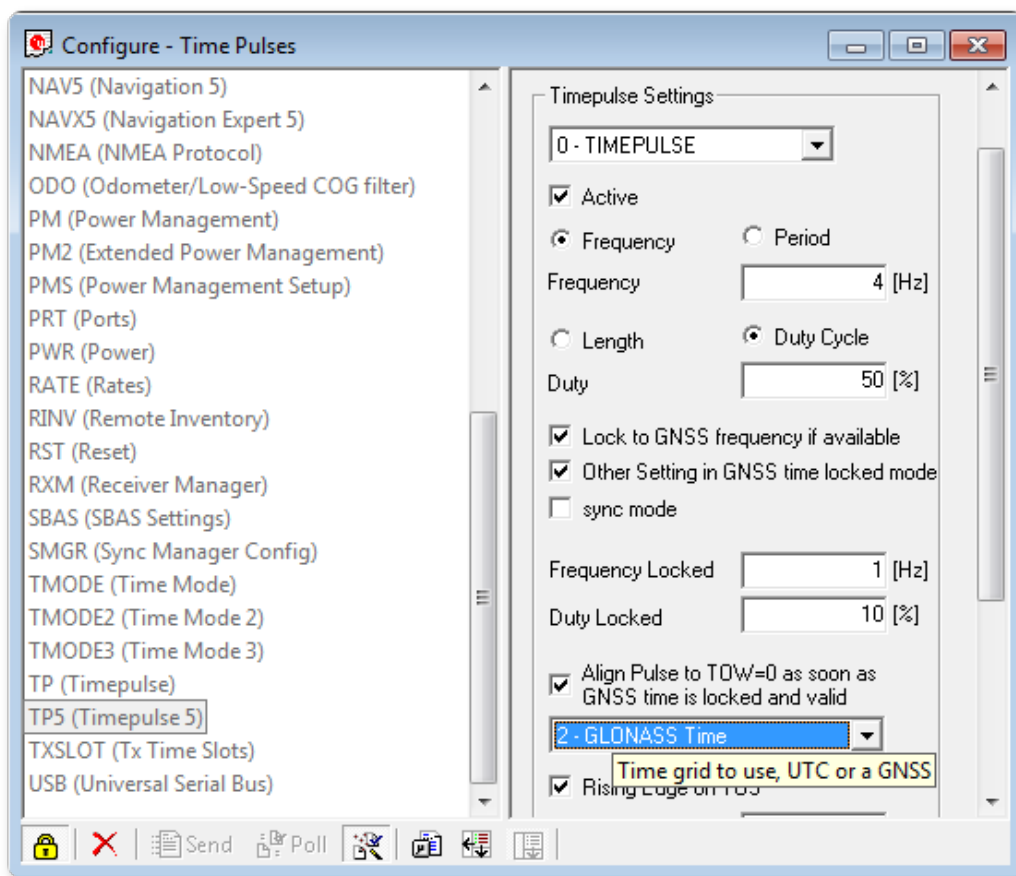

Рис. 22. u-center - выбор временной сетки (Time grid to use)
- Далее выберите из списка параметров «TP5 (Timerpulse 5)» (см. рис. 22).